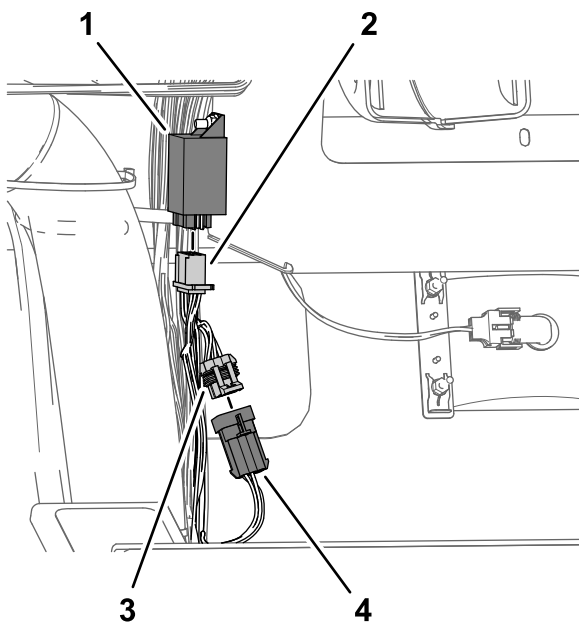

**Figure 21**
4. Montez la centrale clignotante CE sur le boulon à embase avec un contre-écrou à embase (1/4"), et serrez à la main (Figure 21).